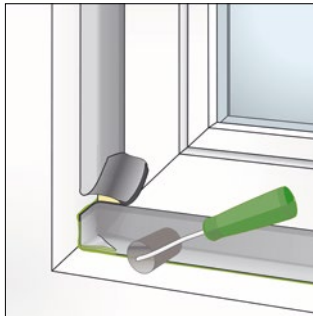

Bild 9: Folie am Baukörper z.B. mit SP025 Fenster-Folienkleber Öko verkleben und mit einem Andruckroller andrücken
- Folie fluchtend zum Blendrahmen zur Wand führen und dort mit SP025 Fenster-Folienkleber Öko am Baukörper verkleben. Sorgfältig mit Hilfe eines Andruckrollers andrücken. Ecken als Wannen ausbilden (Bild 9).